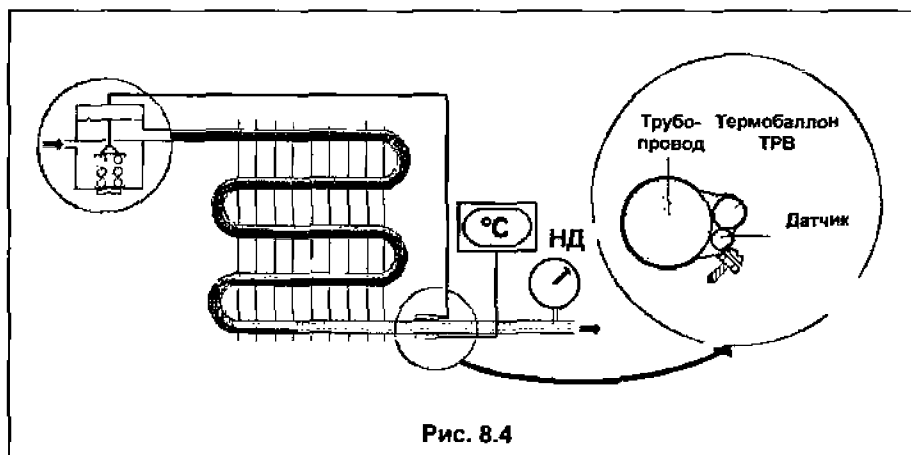

Рис. 8.4
**Мы рекомендуем следующий метод.** Дополнительно к обычно используемым манометрам нужно установить электронный термометр, датчик которого следует укрепить на термобаллоне ТРВ (см. рис. 8.4).